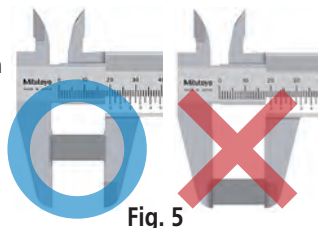

Fig. 5
- ใช้แรงกดที่คงที่ระหว่างทำการวัด และทำการวัดชิ้นงานโดยวางชิ้นงานในใกล้กับโคนของ ปากวัด (Fig. 5)